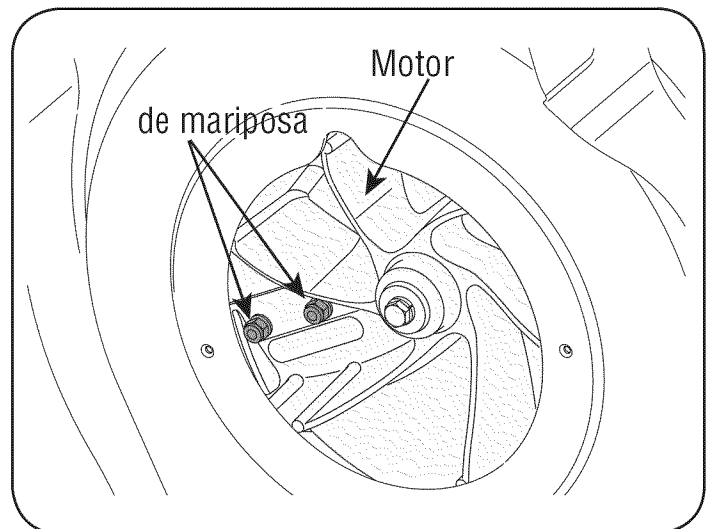

Figura 27
- Es posible alcanzar las tuercas de los tornillos de cabeza plana desde la parte inferior, mediante una llave universal de 1/2 pulg. con extensión. Vea la figura 27.